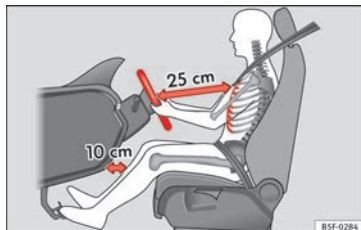

Abb. 1 Der richtige Abstand des Fahrers zum Lenkrad.
- Stellen Sie das Lenkrad so ein, dass der Abstand zwischen Lenkrad und Brustkorb mindestens 25 cm beträgt »» **Abb. 1**.
- Stellen Sie den Fahrersitz so ein, dass zwischen Ihrem Brustkorb und der Lenkradmitte ein Abstand von mindestens 25 cm vorhanden ist »» Abb. 1. Beträgt der Abstand weniger als 25 cm, kann Sie das Airbag-System nicht richtig schützen.
- Stellen Sie das Lenkrad in die gewünschte Position ein »» Abb. 1.
- Stellen Sie den Fahrersitz bzw. das Lenkrad so ein, dass der Abstand zwischen Lenkrad und Brustbein mindestens 25 cm beträgt » Abb. 1. Wenn Sie den Mindestabstand nicht einhalten, kann Sie das Airbag-System nicht schützen – Lebensgefahr!